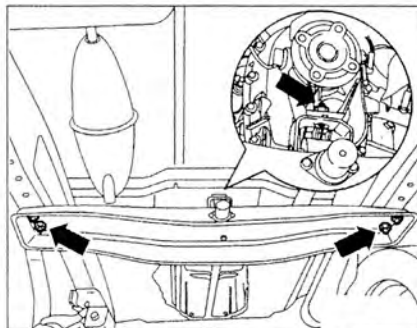

Рис. 4.10. Открутите болты крепления (стрелки) двигателя/коробки передач к поперечной балке и отсоедините двигатель/коробку передач от нее.
25. Открутите болты крепления (стрелки) двигателя/коробки передач к поперечной балке и отсоедините двигатель/коробку передач от нее (рис. 4.10).